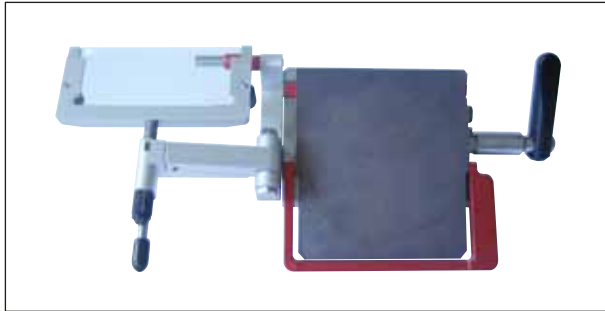

Fig. 46
- Movimente a guia anti-roll para o lado (consulte (→ Fig. 46)).